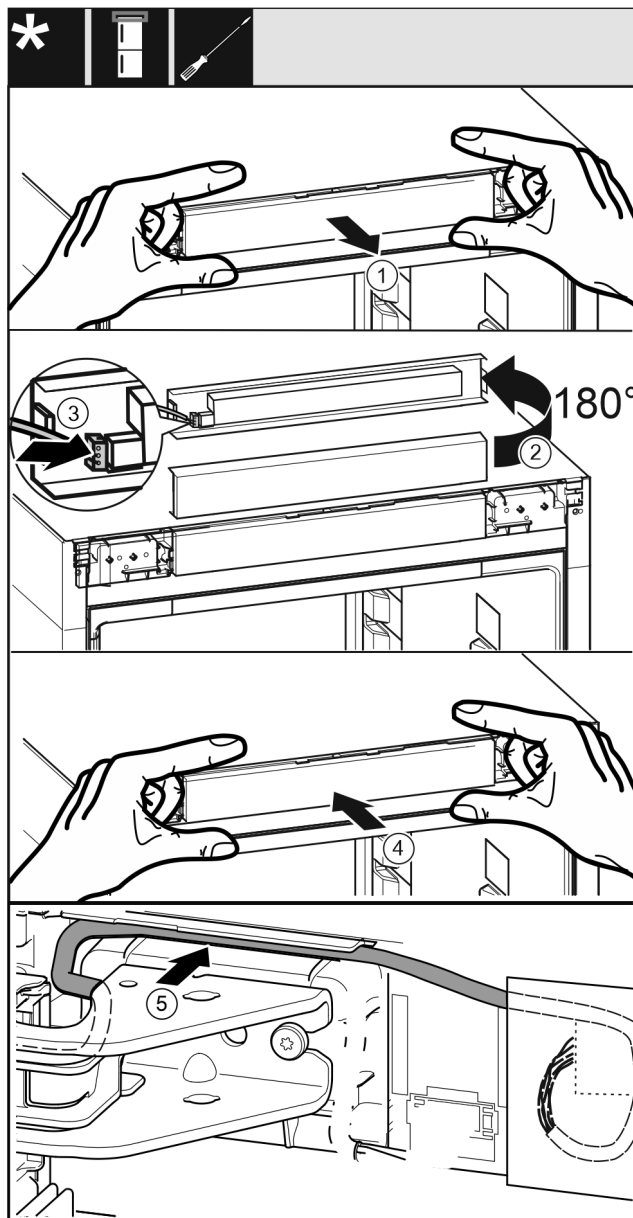

Fig. 43
- ▶ Opatrně vyjměte panel. Fig. 43 (1)
- ▶ Panel otočte nahoru o 180°. Fig. 43 (2)
- ▶ Zástrčka zacvakne do panelu. Fig. 43 (3)
- ▶ Nasadíte panel zpět na přístroj. Fig. 43 (4)
- ▶ Šedý kabel opatrně položte do vedení nad horním stojanem ložiska. Fig. 43 (5)